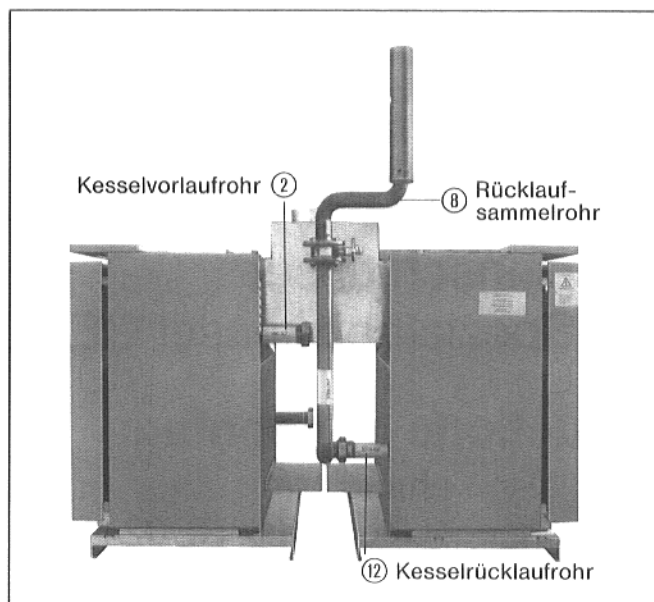

Abb. 1
1. Kesselvorlauf- bzw. -rücklaufrohre ② ⑫ in Kessel-block eindichten (Vorlaufrohre ca. 240 mm / Rücklauf-rohre ca. 175 mm – Abb. 1).
2. Rücklaufsammelrohr ⑧ mit Absperrventil ③ in Rück-laufrohr Kesselblock 2 verschrauben (Abb. 1).